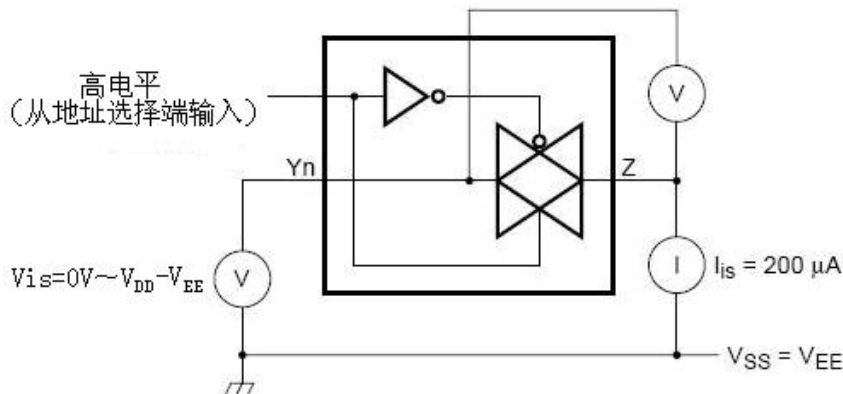

图 4、导通电阻测试线路图
**3.3.2、直流特性 2** (未有特殊说明,  $V_{SS}=0V$ ,  $T_{amb} = 25^{\circ}C$ , 测试线路图见图 4)